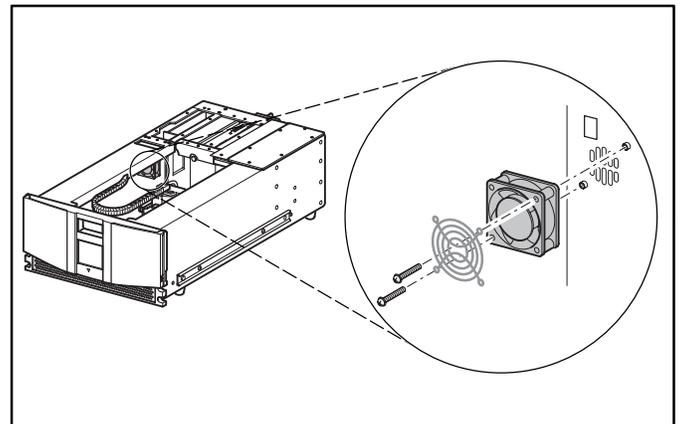

Figura 4: Extracción del ventilador del alojamiento para tarjetas existente
8. Desconecte el cable del ventilador de refrigeración del alojamiento para tarjetas de la placa posterior (J11) de este alojamiento y extraiga el ventilador y el protector del chasis. El acceso a las pestañas de montaje del ventilador se realiza a través del área que se abre al extraer el cargador izquierdo. (Este ventilador no se volverá a utilizar.) Consulte la Figura 4.